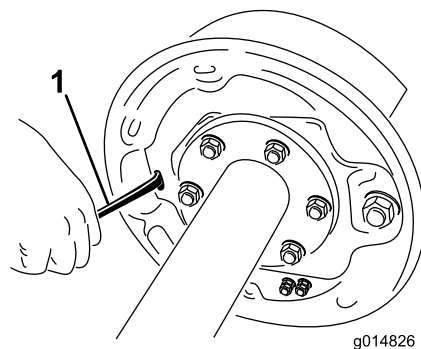

Рисунок 63
4. Чтобы раздвинуть тормозные колодки, поверните звездочку узла регулировки с помощью отвертки (**Рисунок 63**).